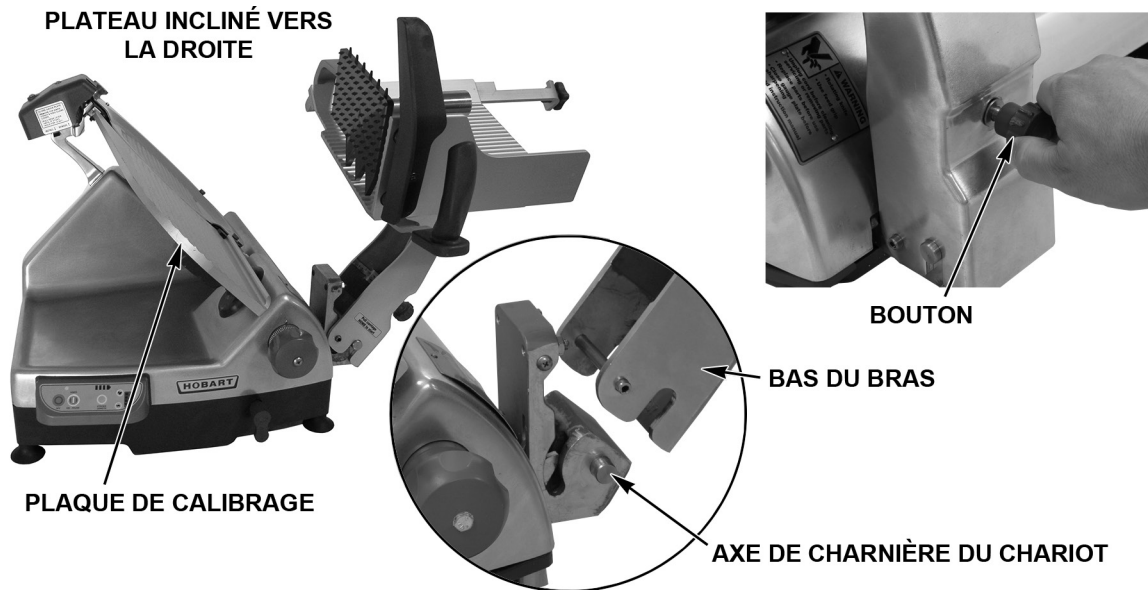

Fig. 22
- Abaissez le bas du bras sur les axes de charnière du chariot (Fig. 22).